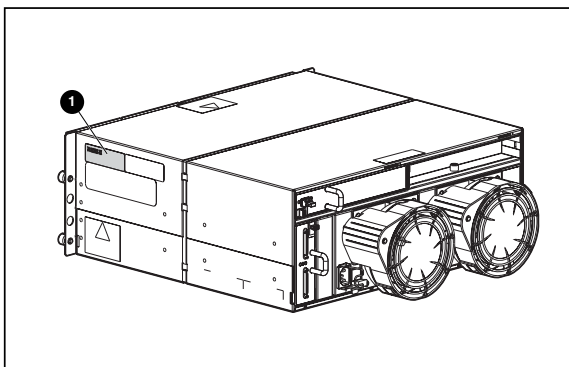

Figura 12: Posizione dell'etichetta con il numero di serie del telaio sostitutivo
1. Al termine della procedura, annotare il numero di serie, riportato sul telaio originale, sull'etichetta del telaio sostitutivo ❶, situata nella posizione indicata nella Figura 12.